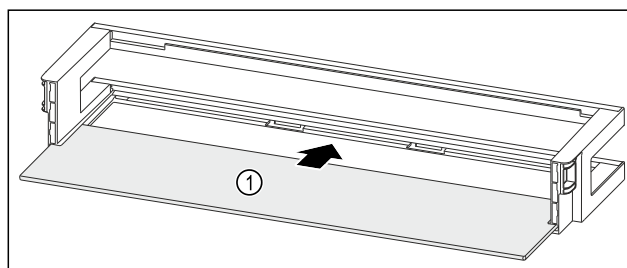

Fig. 271 Rafti i derës me raft mbajtës
- Futni raftin mbajtës Fig. 271 (1) në fole të anësore.